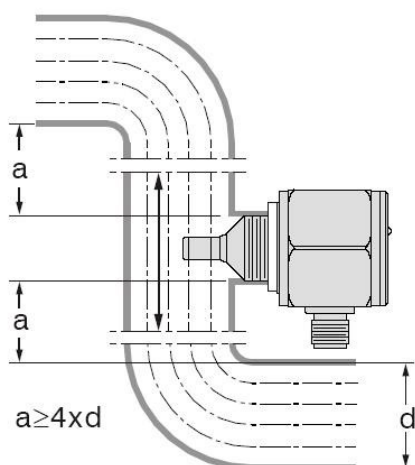

Figura 1
- 1) Assegure que a chave esteja instalada com no mínimo quatro diâmetros de distância de curvas e intersecções (Figura 1).